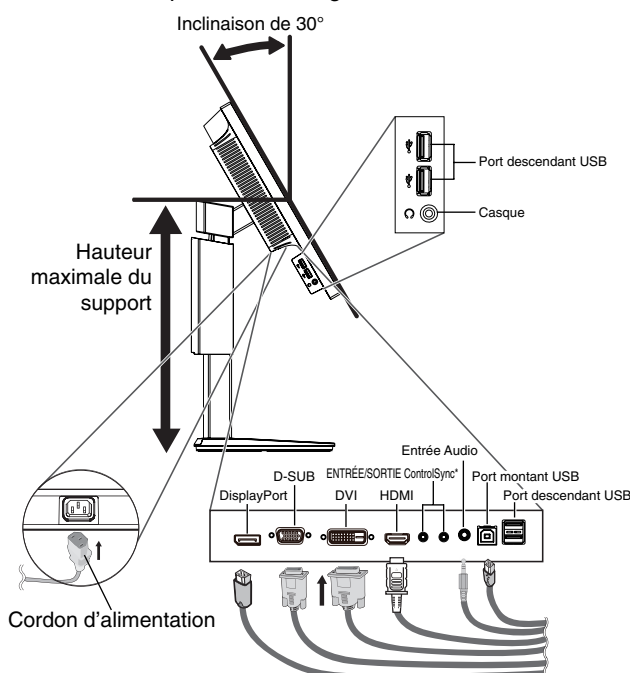

Figure C.1
4. Branchez tous les câbles aux prises appropriées (**Figure C.1**). À l'aide du câble USB, branchez la prise de type B au port montant USB situé sur le côté arrière droit du moniteur et la prise de type A au port descendant de l'ordinateur (**Figure C.1a**). Si vous utilisez le cordon de l'appareil USB, branchez-le dans un des ports descendants du moniteur.